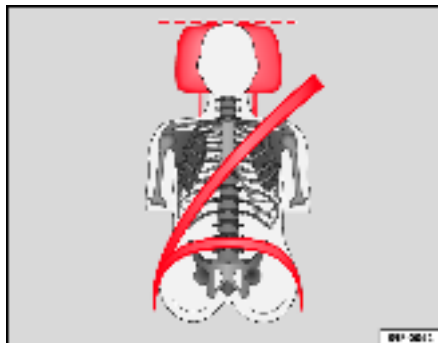

Fig. 13 Sangle bien ajustée et appui-tête correctement réglé (vue de l'avant)
- La sangle baudrier de la ceinture de sécurité doit passer au milieu de l'épaule, jamais sur le cou. La ceinture de sécurité doit s'appliquer bien à plat sur le buste et l'enserrer fermement ⇒ fig. 13.